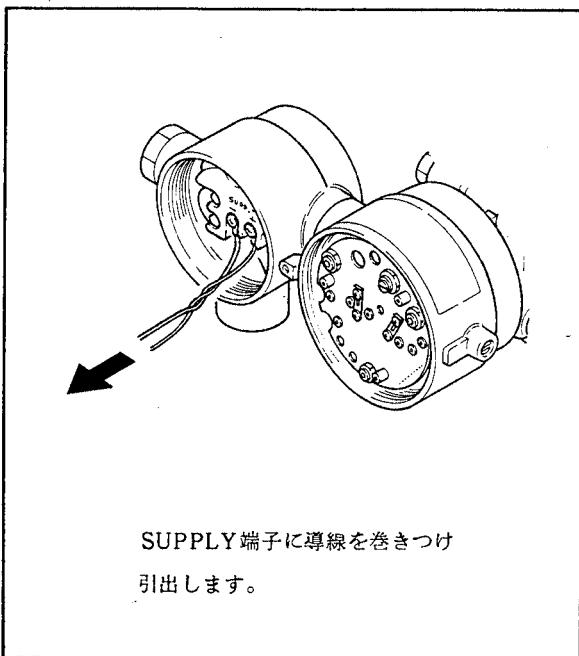

図6.8 ターミナルアセンブリの取りはずし
- (1) 電源を切ります。
- (2) 端子箱カバーおよび変換増幅部カバーを取りはずします。
- (3) 内蔵指示計が付加している場合は、6.5.1項を参照して取りはずします。
- (4) アンプユニットの出力端子ねじをゆるめ、リード線をはずします。ターミナルアセンブリの取りはずしおよび取付けを容易にするため、リード線の圧着端子はまっすぐにします。また、アンプユニットは6.5.2項を参照して取りはずします。
- (5) 端子箱内の各端子のねじをゆるめ、配線をはずします。
- (6) 3本のターミナルアセンブリ取付ねじおよび接地端子を取りはずします。
- (7) ターミナルアセンブリを手で取りはずします。取りはずしにくい場合は、SUPPLY端子(+および-)に導線を巻きつけ、導線で引出してください(図6.8参照)。ターミナルアセンブリと端子箱は防水シールをしているため、しっくりした寸法で組み込まれているので、取りはずしにくい場合があります。
- (8) ターミナルアセンブリを取り付ける場合は、まずリード線を通し、ターミナルアセンブリを所定の位置に納め、接地端子および取付ねじで固定します。
- (9) 電源等の配線を行ないます。
- (10) 6.5.2項を参照してアンプユニットを取付けます。リード線の圧着端子は、カバーを取付けた時にあらぬよう折り曲げてください。
- (11) 内蔵指示計を付加する場合は6.5.1項を参照して取付け、最後にカバーを取付けます。